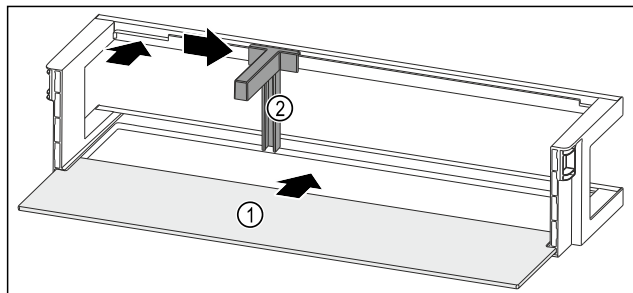

Fig. 246 Polica u vratima s policom za odlaganje
- ▶ Umetnite policu Fig. 246 (1) u bočna udubljenja.
- ▶ Držač za boce Fig. 246 (2) umetnite u otvor.
- ▶ Držač za boce Fig. 246 (2) pogurnite u željeni položaj na stranu.